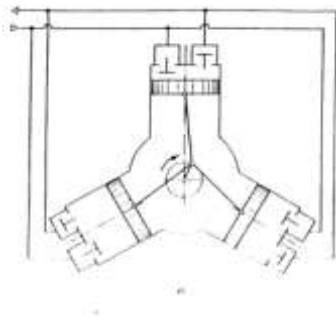

Рис. 2.1. Схемы поршневых компрессоров: а - одноступенчатого одностороннего действия; б - дноступенчатого двустороннего действи
Выбор типа компрессора зависит от потребного расхода воздуха и рабочего давления. Основные типы компрессоров и техническая характеристика представлены в таблице. Поршневой компрессор возвратнопоступательного движения (рис. 2.1) сжимает воздух, поступающий в его рабочий объём через всасывающий клапан, а через напорный клапан подает его в пневмосеть. Для получения большего давления применяют многоступенчатые компрессоры.
2. Зарисовать схемы поршневых компрессоров (рис. 2.1 а) уметь объяснить их принцип действия.